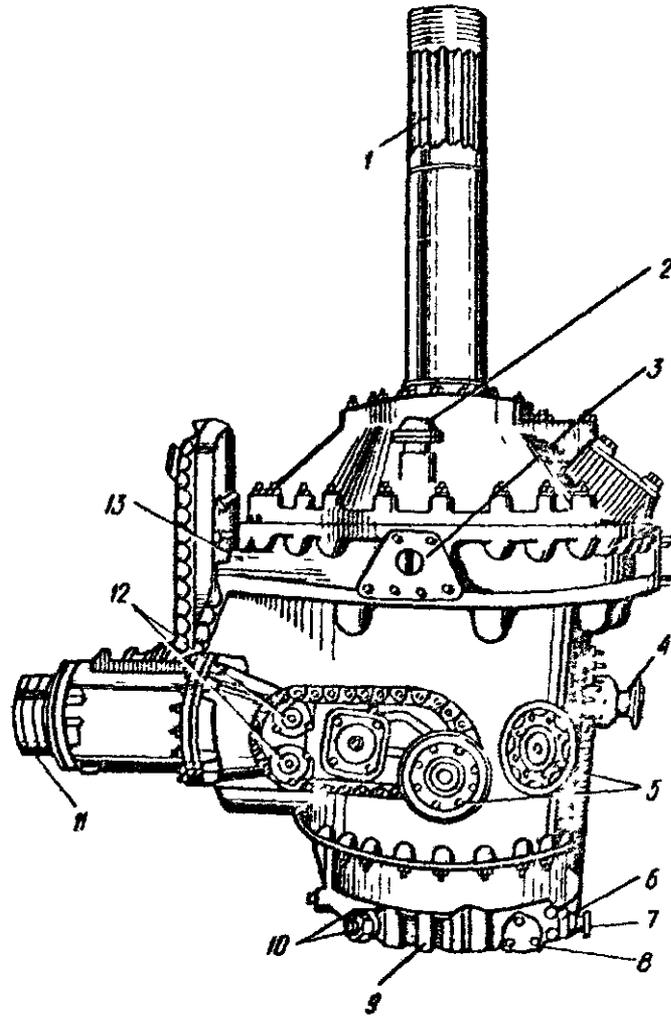

Рис. 1. Главный редуктор ВР-14. Вид слева:
1.2. В состав редуктора (см. рис. 1 и 2) входят следующие узлы и системы: